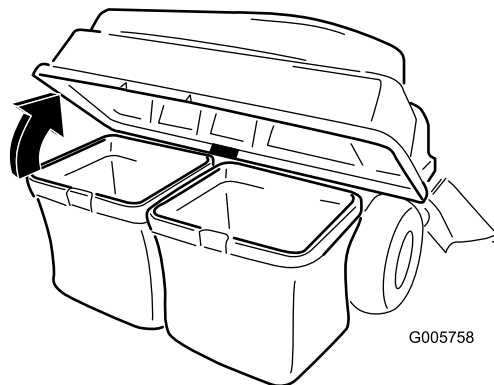

Figure 15
4. Ouvrez (soulevez) le couvercle du collecteur (Figure 15).